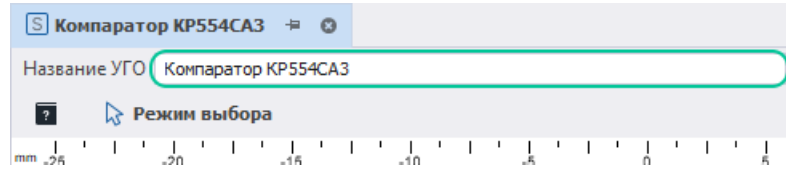

Рис. 47 Переименование УГО
2. В поле «Название УГО» введите новое наименование УГО, Рис. 47.